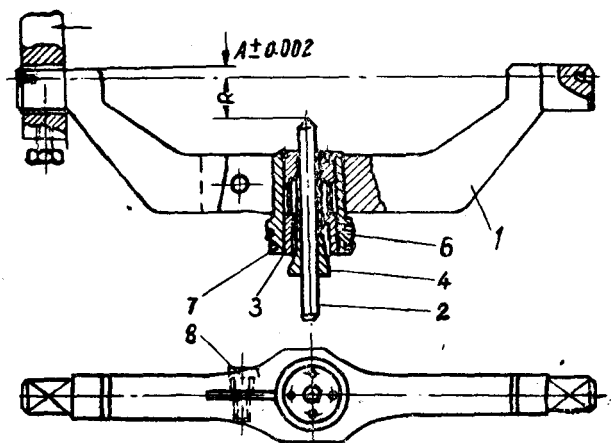

图 3 摆軸式打砂輪夹具
2) 修整圆弧的打砂轮夹具。这里推荐一种与顶尖座配合使用的摆轴式打砂轮夹具（图 3）。这种打砂轮夹具特别适用于利用中心孔或中心孔夹板的磨削方法。夹具由摆轴 1、金刚石杆 2、衬套 3、弹簧夹头 4、调整螺钉 6、螺帽 7、夹紧螺钉 8 组成。拧紧螺帽 7，可将金刚石杆固定所要求的位置。将摆轴装夹在顶尖座上，用手摆动摆轴可以在